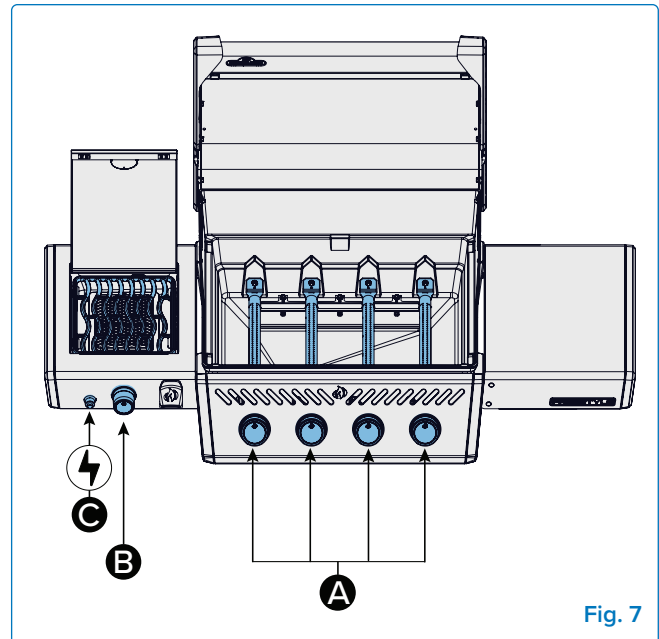
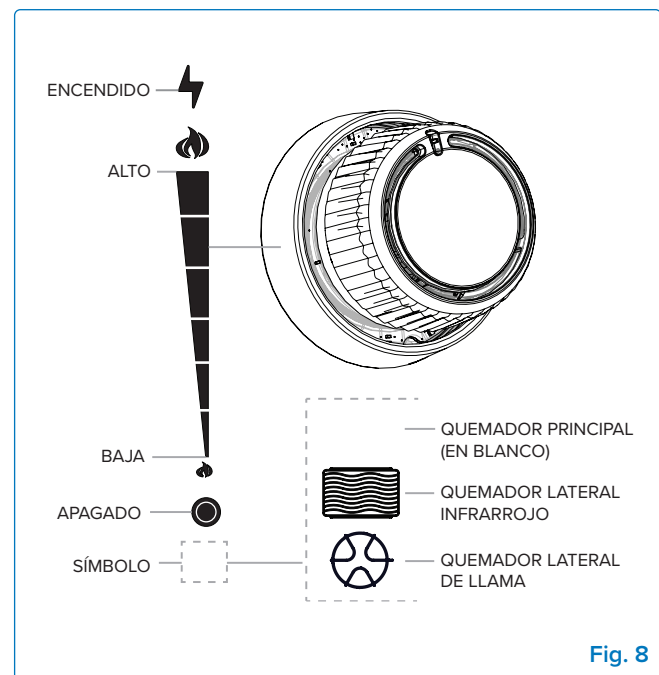

Fig. 7
Fig. 8
1. Abra la tapa de la parrilla (**Fig. 7**).
2. Presiona y gira lentamente cualquier mando de quemador principal en sentido antihorario hasta la posición ALTA hasta que se encienda el piloto. Continúe presionando el mando de control hasta que el quemador encienda y luego suéltelo (**Fig. 7-A, Fig. 8**).
2. Presione y gire lentamente el mando del quemador lateral en sentido antihorario hasta la posición ALTA hasta que la chispa encienda el quemador. (**Fig. 7-B, Fig. 8**).
2. Presione y gire lentamente el mando del quemador lateral en sentido antihorario hasta la posición ALTA (**Fig. 7-B, Fig. 8**).
3. Presione y mantenga pulsado el botón de encendido hasta que el quemador encienda, o encienda con un fósforo (**Fig. 7-C**).